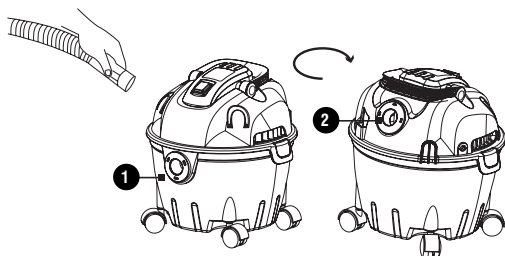

Fig. 4 – Conectando la manguera en la aspiradora
- Encaje el conector de la manguera en la boquilla de la conexión de acuerdo a lo mostrado en la Fig. 4;